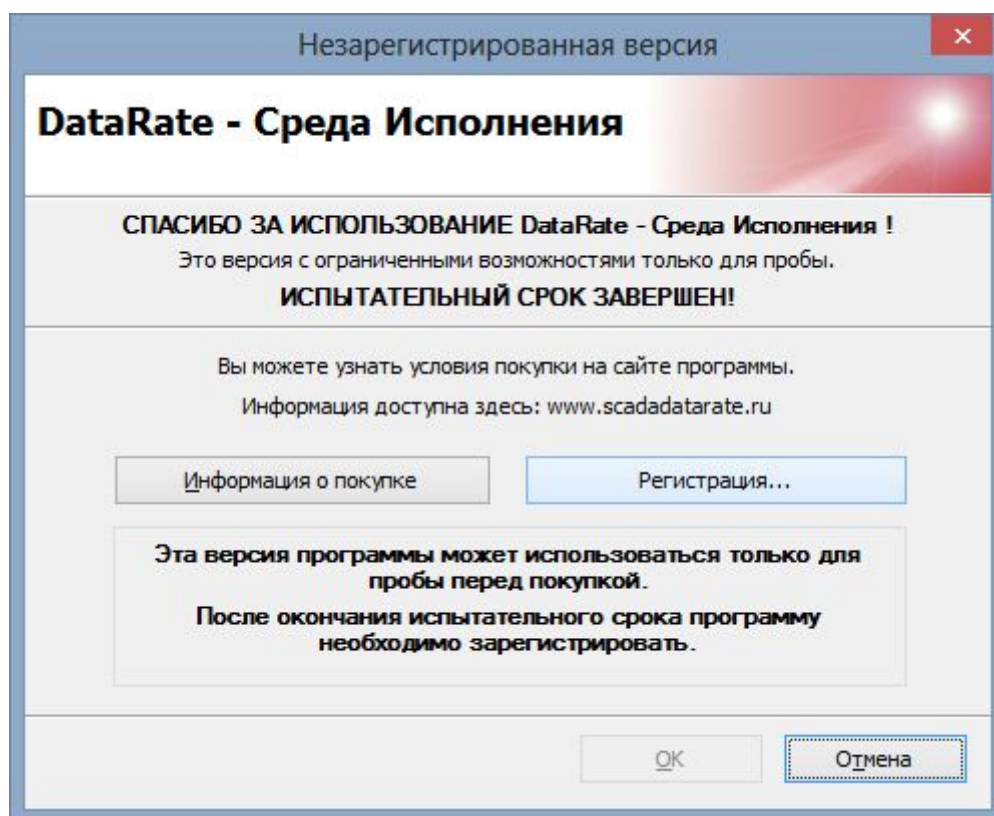

Рисунок 3.2 – Запуск Среды исполнения в **trial**-режиме
3. Среда исполнения *DataRate* (рисунок 3.2) запускается в **trial**-режиме. Если необходимо, выполните регистрацию. Для продолжения щелкните по кнопке **ОК**